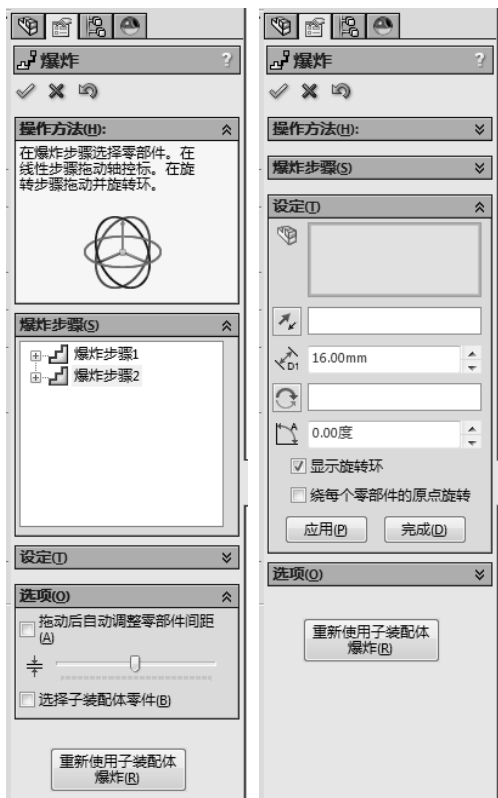

图 7-91 设置爆炸视图操控板
- [6] “爆炸步骤 2”出现在“爆炸步骤”下，设置爆炸视图操控板，如图 7-91 所示。